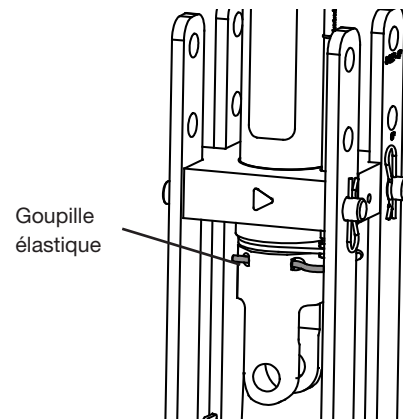

Figure 5
10. Fixer la chape au piston de vérin à l'aide de la goupille élastique. (Fig. 5)